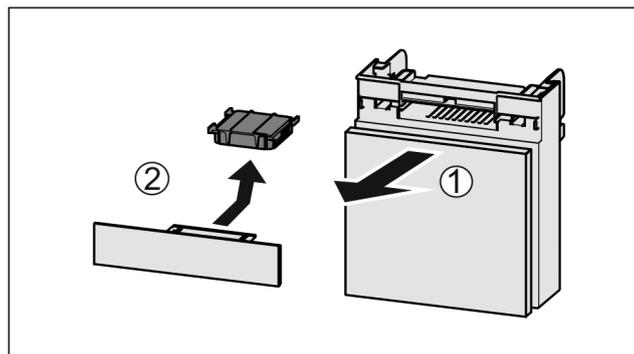

Fig. 50
- Estrarre il vano tirando in avanti Fig. 50 (1).
- Rimuovere il filtro a carboni attivi Fig. 50 (2).